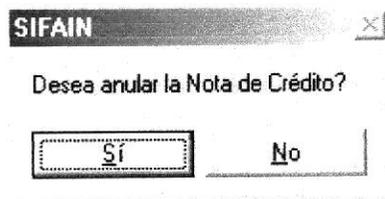

Figura 8.40 Mensaje de Anulación de Notas de Crédito
5. Si la Factura o Nota de Venta está pendiente de pago aparecerá el mensaje de la figura 8.40